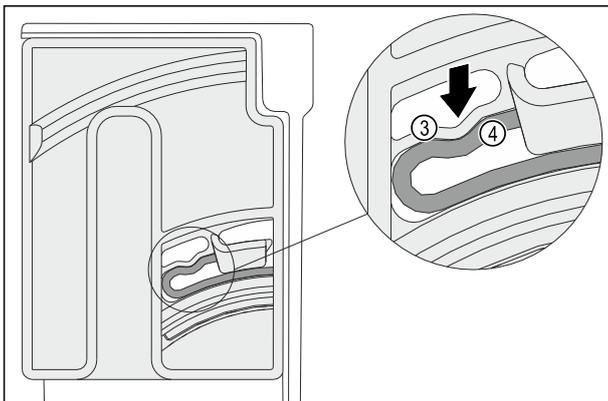

Fig. 115
- Vous entendrez l'élément élastique Fig. 115 (3) de l'unité de rotation s'enclencher dans la forme ronde de la nervure Fig. 115 (4).